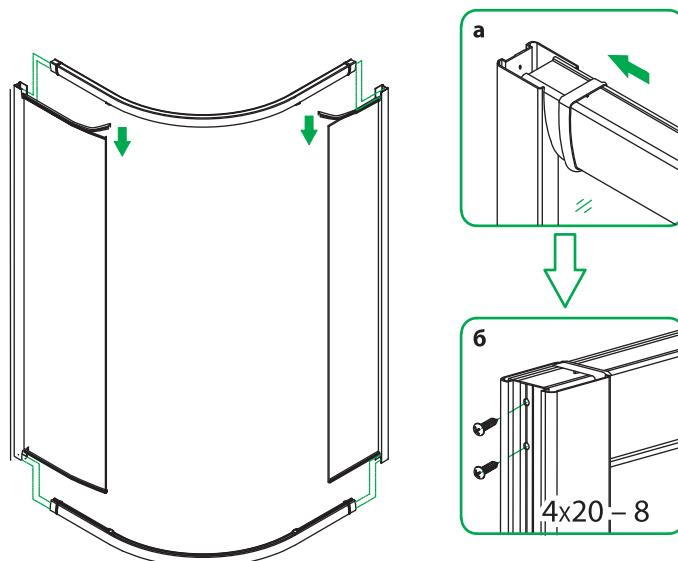

Рис. 4 / 4-сур.
1. Соберите боковые стенки, верхний и нижний полукруглые профили согласно схеме (рис. 4а, б).